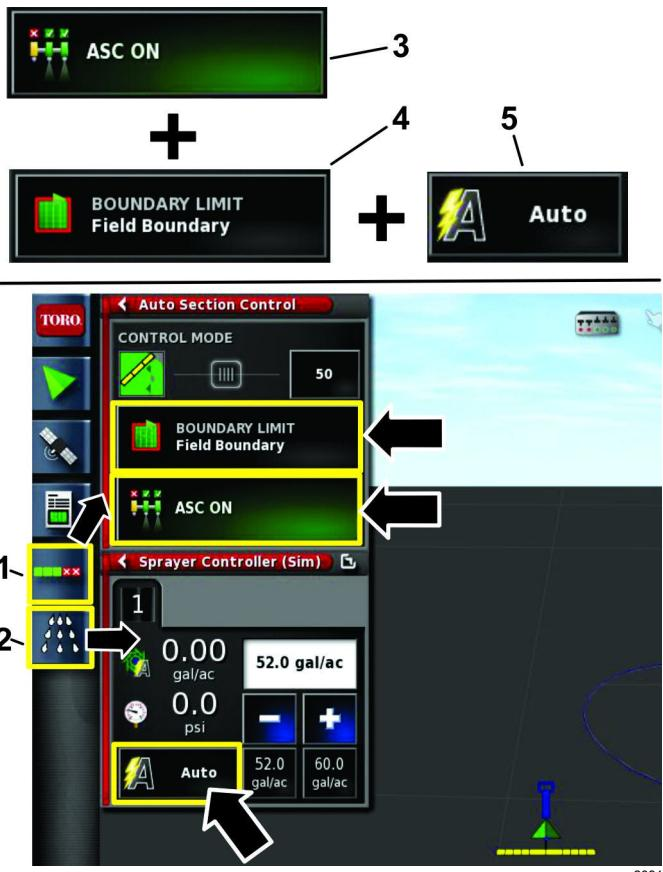

Figura 22
1. Selecione o ícone de Configuração de controlo de auto-seleção (ícone ASC) e o ícone do Controlador do pulverizador para abrir estes ecrãs (Figura 22).
2. Selecione o ícone ASC para a posição LIGAR, selecione o limite de setor para a posição LIMITE DE SETOR e selecione o controlo da taxa para a posição AUTO (Figura 22).